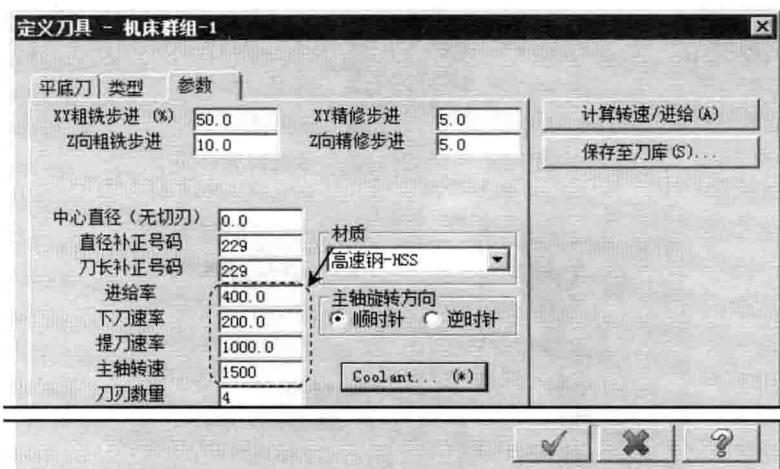

图 1.17 “参数”选项卡
(1) 完成上步操作后，在“2D 刀具路径-外形”对话框的刀具列表框中显示出 Step6 所选取的刀具，双击该刀具，系统弹出“定义刀具-机床群组-1”对话框。
(2) 设置刀具号码。在“定义刀具-机床群组-1”对话框的 **刀具号码** 文本框中，将原有的数值改为 2。
(3) 设置刀具的加工参数。单击“定义刀具-机床群组-1”对话框中的 **参数** 选项卡，设置图 1.17 所示的参数。
(4) 设置冷却方式。在 **参数** 选项卡中单击 **Coolant...** 按钮，系统弹出“Coolant...”对话框，在 **Flood** (切削液) 下拉列表中选择 **On** 选项。单击该对话框中的 **√** 按钮，系统返回至“定义刀具-机床群组-1”对话框。